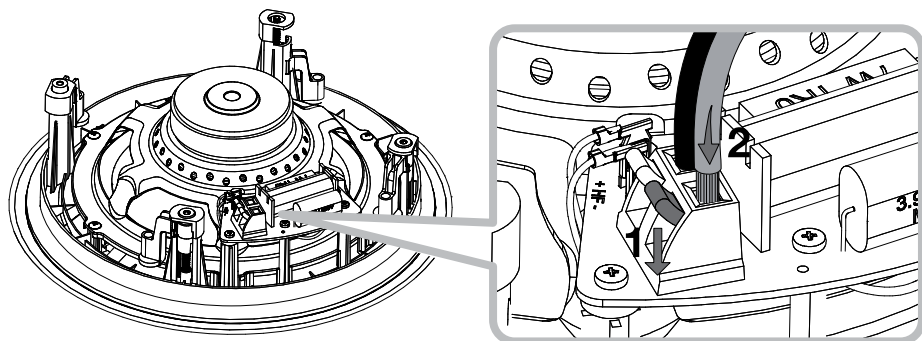

Рисунок 3
**4.3** А теперь подсоедините колоночные кабели к пружинным разъемам на боку передней панели. Убедитесь, что полярность подключения правильная: плюсовой разъем на усилителе должен быть соединен с красной клеммой на раме. Аналогично, кабель, подсоединенный к минусовому разъему на усилителе, должен быть соединен с черной клеммой на раме. На Рис. 3 проиллюстрировано подсоединение кабелей.